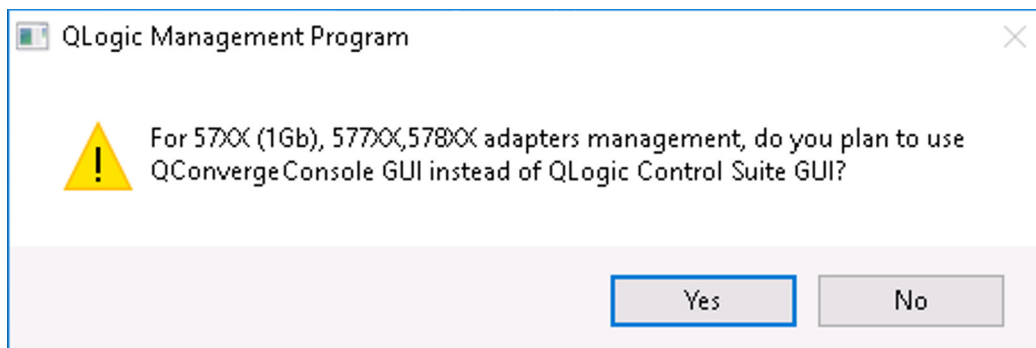

図 9-1. 管理ユーティリティの InstallShield ウィザードプロンプト
3. InstallShield ウィザードのプロンプト (図 9-1) で、使用するアダプタ管理ユーティリティを選択します。